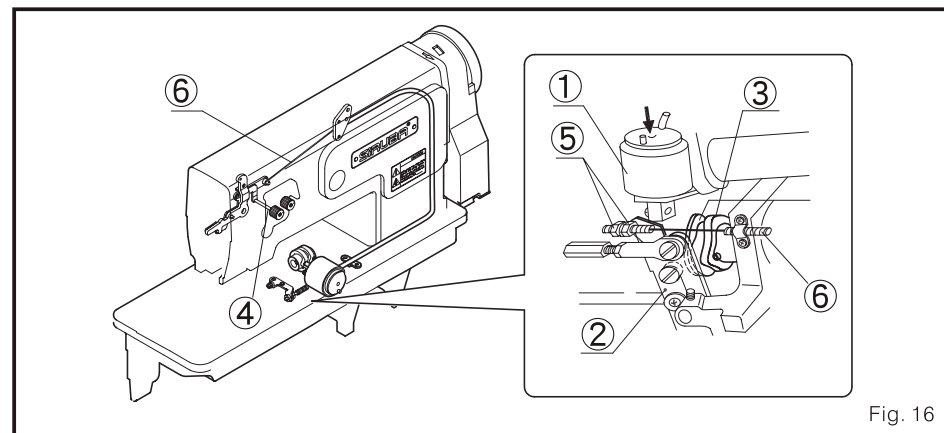

Fig. 16
- Se o fio superior cai da casa de botão da agulha depois do rebordeado. Ou a faixa do fio permanece aberta, por favor processe com os seguintes procedimentos. (Fig. 16)